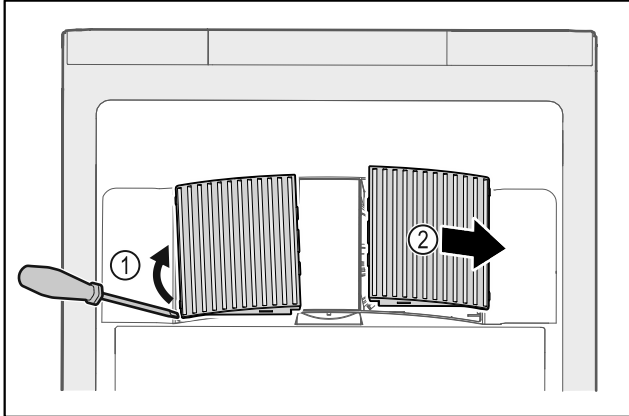

Fig. 140
- ▶ Ventilatorabdeckungen vorsichtig von der Seite heraushebeln Fig. 140 (1) und nach vorne abnehmen Fig. 140 (2).